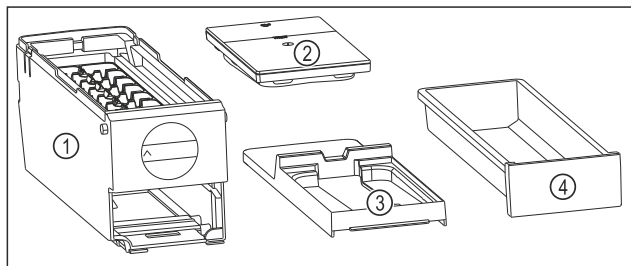

Fig. 106 Součásti EasyTwist-Ice
- EasyTwist-Ice je rozebrán na čtyři části. (viz Fig. 106)
- EasyTwist-Ice rozebírejte pouze na zobrazené součásti. (viz Fig. 106)
- Korpus EasyTwist-Ice Fig. 106 (1) vyčistěte jako celek.